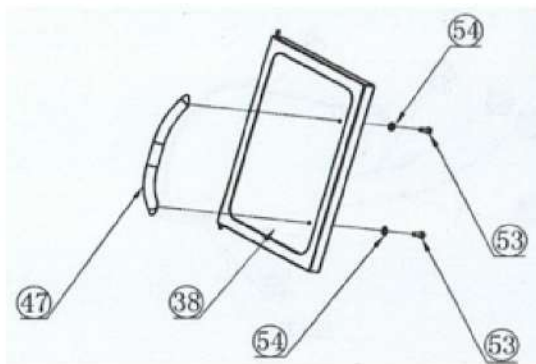

Рисунок 9
Повторите процедуру для правой дверцы (46). Порядок сборки указан на рис. 9